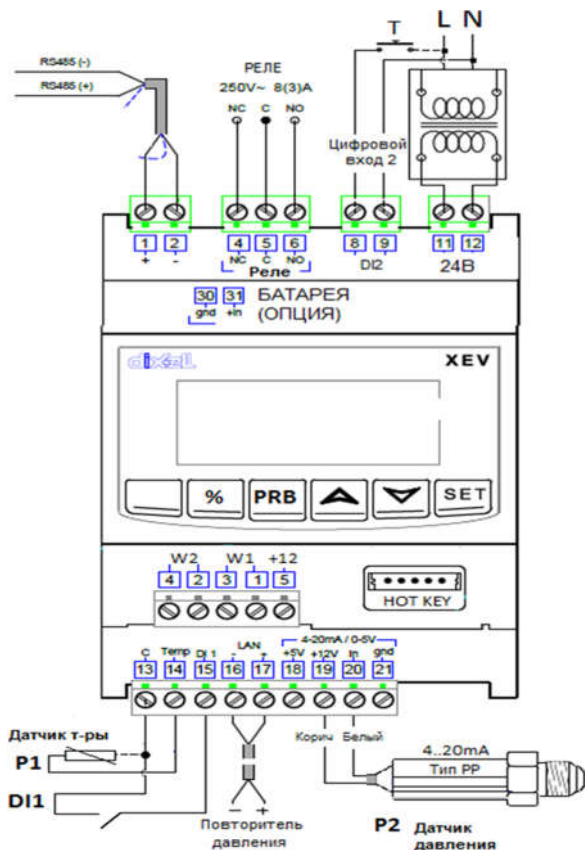

Рис.6
- 2) Подсоединения контроллера показано на рис.6